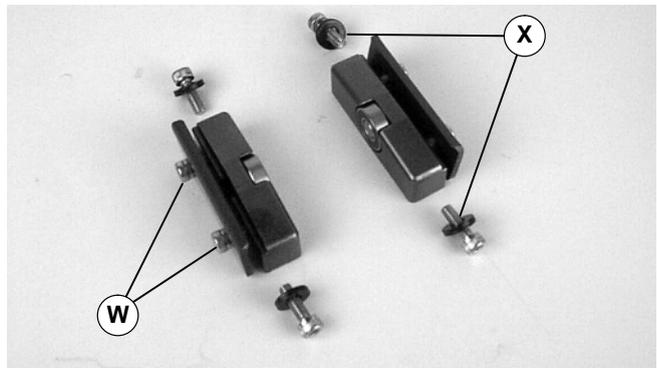

Abbildung 12
2. Schrauben lösen (W siehe Abbildung 12) und Schrauben sowie Unterlegscheiben entfernen (X).